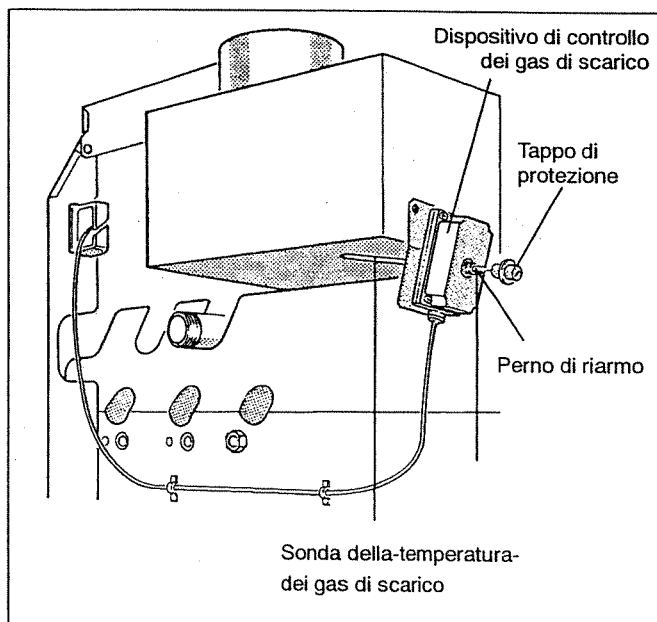

Fig. 1: Riarmo del dispositivo di controllo dei gas combusti
- Dopo circa due minuti rimuovere il tappo di protezione e premere con forza lo spinotto di riarmo (Fig. 1).